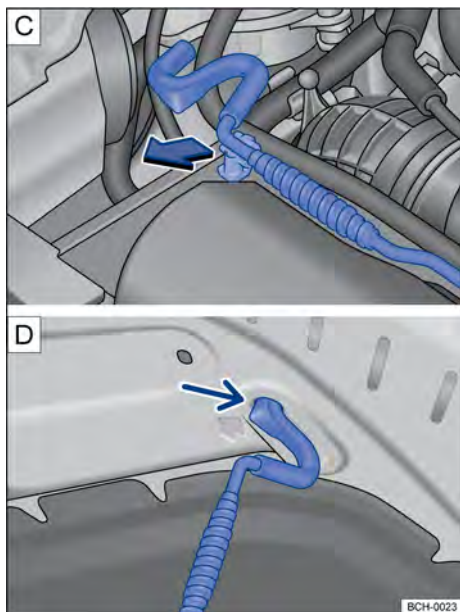

Fig. 178 [C] Haste de sustentação da tampa do compartimento do motor. [D] Tampa do compartimento do motor apoiada na haste de sustentação.
- Retirar a haste de sustentação do suporte no sentido da seta → Fig. 178 [C] e posicionar a na abertura na tampa do compartimento do motor → Fig. 178 [D].
- Retirar a haste de sustentação do furo → Fig. 178 [D] e encaixá-la no suporte do fecho → Fig. 178 [C].